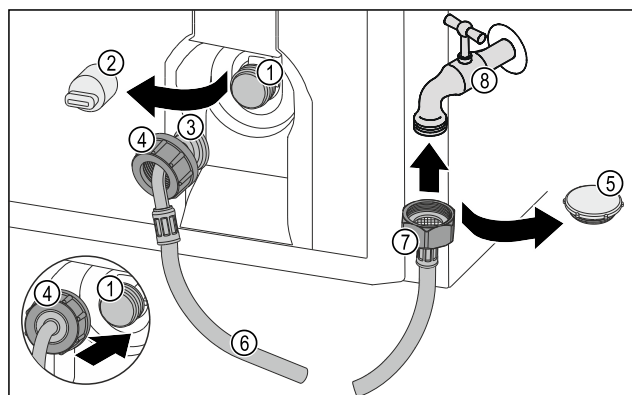

Fig. 27
- Rimuovere il coperchio di chiusura Fig. 27 (5).
- Posizionare l'estremità del flessibile dritta Fig. 27 (7) sul rubinetto dell'acqua Fig. 27 (8).
- Stringere in senso orario sull'estremità del flessibile dritta Fig. 27 (7) in senso orario.